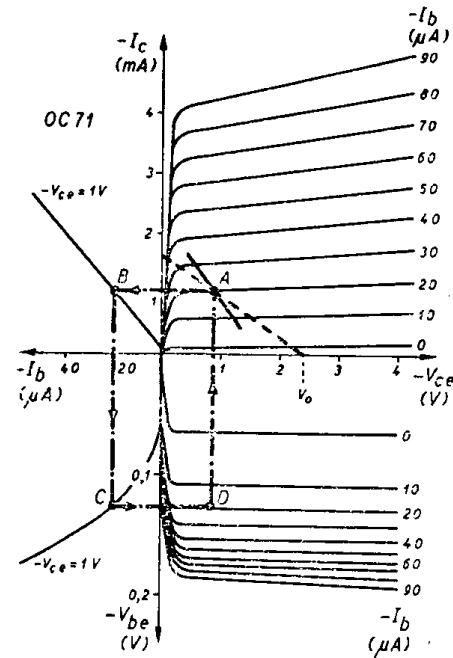

Fig. 2 - KARAKTERISTIEKEN-SCHAAR van de transistor OC71 in emittorschakeling
Aanpassing en werkpunt houden ten nauwste verband met elkaar. Voor we echter overgaan tot praktische experimenten moeten we eerst de karakteristieken eens grondig bekijken. In fig. 2 is de $I_c - V_{be} - V_{ce}$ karakteristieken-schaar van de OC71 in de gemeenschappelijke emittorschakeling aangegeven. De kwadranten links boven en links onder kennen we al uit de fig. 4 en 5 van ons eerste artikel. De helling van de karakteristieken geeft de stroomversterking en de ingangsweerstand aan. Het kwadrant rechts boven kennen we ook reeds uit fig. 6 van het eerste artikel.
Het kwadrant rechts onder laat zien, dat de basisspanning $-V_{be}$ bij een gegeven basisstroom $-I_b$ niet veel verandert tengevolge van de collectorspanningsveranderingen. De uitgang heeft bij de gemeenschappelijke emittorschakeling, zoals we reeds opmerkten, weinig invloed op de ingang. Het werkpunt van een transistor komt in alle vier de kwadranten (fig. 2) voor, zoals is te zien aan de $-$ lijnen in deze figuur.
We willen toekomen met een zo laag mogelijke voedingsspanning, bv. met $V_0 = 2,4$ V. Daarmee is het voetpunt van de gelijkstroomwerkkarakteristiek, waarvoor de weerstand R_3 in fig. 1a verantwoordelijk is, vastgelegd. Om de grootte van deze weerstand te kunnen bepalen gelden de volgende overwegingen. Stel dat aan punt (1) in fig. 1a een wisselspanning ligt met een maximum amplitude van $100 \mu V$, zodat er bij een ingangsweerstand van 850Ω een basiswisselstroom van ongeveer $0,12 \mu A$ loopt. Deze stroom is in fig. 2 niet meer af te lezen, zodat we hier met een typische versterker voor kleine signalen hebben te doen. Bij deze geringe uitsturing zouden we ook de collector- en basisgijkstroom zeer klein kunnen kiezen.
Ook de collectorspanning $-V_{ce}$ mag niet te klein worden gekozen, zodat ongeveer de in fig. 2 getekende toestand bereikt is.
Trekken we in het punt C in fig. 2 een raaklijn aan de kromme, dan vinden
Deze weerstand is in fig. 2 met een getrokken rechte lijn getekend.